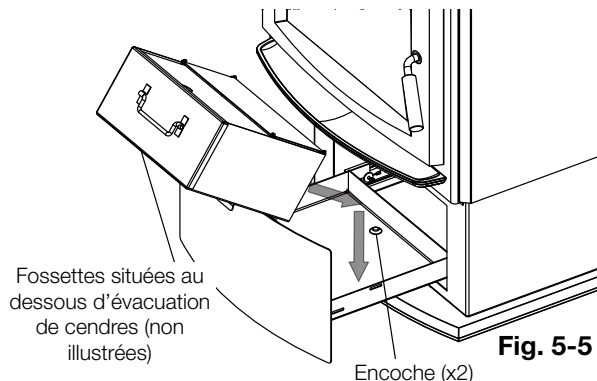

Fig. 5-5
4. Placez le boîtier d'élimination des cendres dans l'évacuation des cendres. Assurez-vous que les fossettes s'insèrent dans les encoches (**Fig. 5-5**). Fermez l'évacuation des cendres.